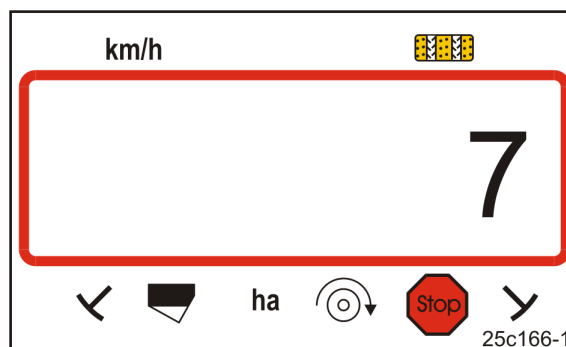

Рис. 18
- Індикація: збережений ритм технологічних колій, напр., 7 (Рис. 18).